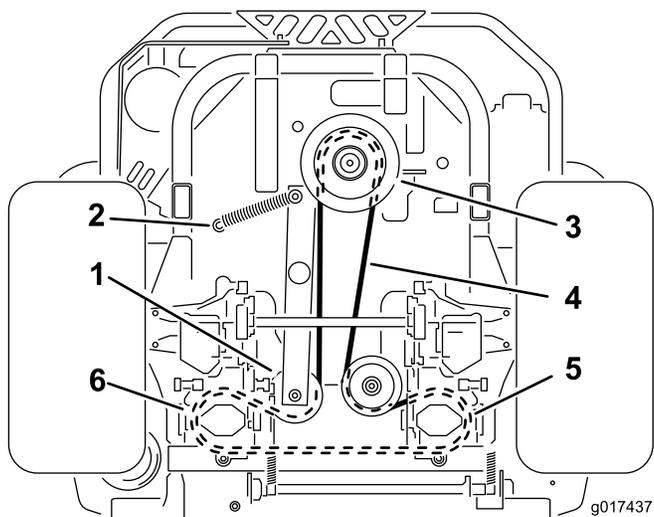

Figura 61
4. Levante la máquina y apóyela sobre gatos fijos (Figura 61).
6. Retire el muelle tensor del espárrago (Figura 61).